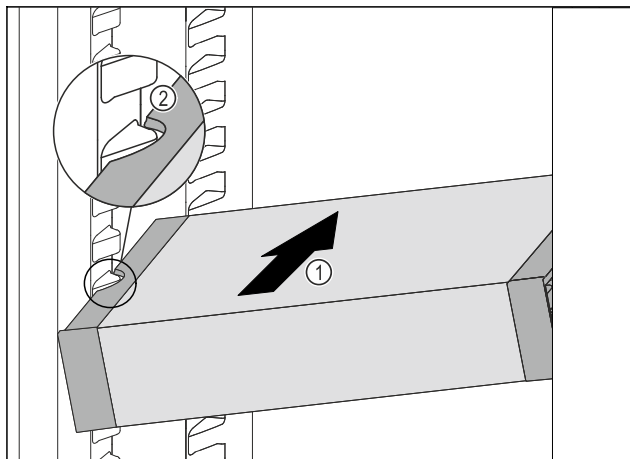

Fig. 129
- Skyv VarioSafe skrått inn i kjøleskapsdelen Fig. 129 (1), til utsparingene på sidene av Fig. 129 (2) VarioSafeser på nivå med rillene i kjøleskapet.